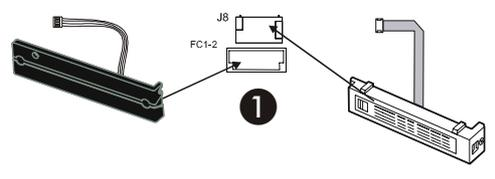

Fig. 23
**5.4.2. Bornier J7 - Alimentation (fig. 23)**
**5.4.3. Bornier J6 - Moteurs et feu clignotant (fig. 23)**
**5.4.4. Bornier J1 - Accessoires (fig. 23)**
Connecteur à embrochage rapide pour le raccordement du fin de course. Il permet de connecter à l'armoire le fin de course MLS et le fin de course inductif (fig. 23 réf. ❶).